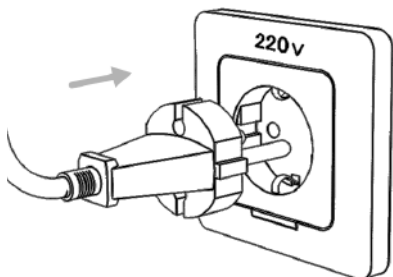

Рис. 7.2. Схема подключения к сети.
6. Подсоедините сетевой кабель аппарата и компрессора к электросети с требуемыми параметрами. Проверьте надежность соединения кабеля и сетевой розетки (см. рис. 7.2).